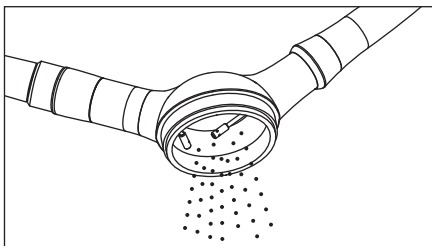

図 5
- ①パウダーケースキャップを開け、残ったパウダーを取り除きます。（図5）